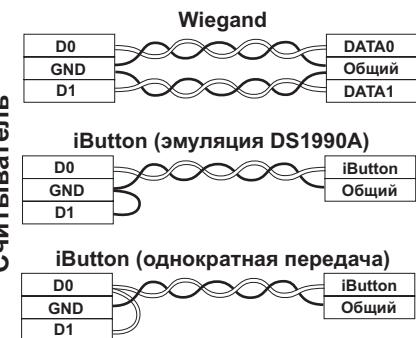

Рис.3 Выбор протокола передачи.
- Продените провода в нижнюю крышку и подсоедините к разъемам считывателя в соответствии со схемой подключения (рис.3). При подключении питания загорается красный светодиод.
Заводские установки: Режим 2.1.1, протокол передачи выбирается замыканием выводов (Рис.3), тип строки по RS-485: Mifare[464B84D4] 1K(0004,08)132,19270, "No Card", внешняя индикация подключена.